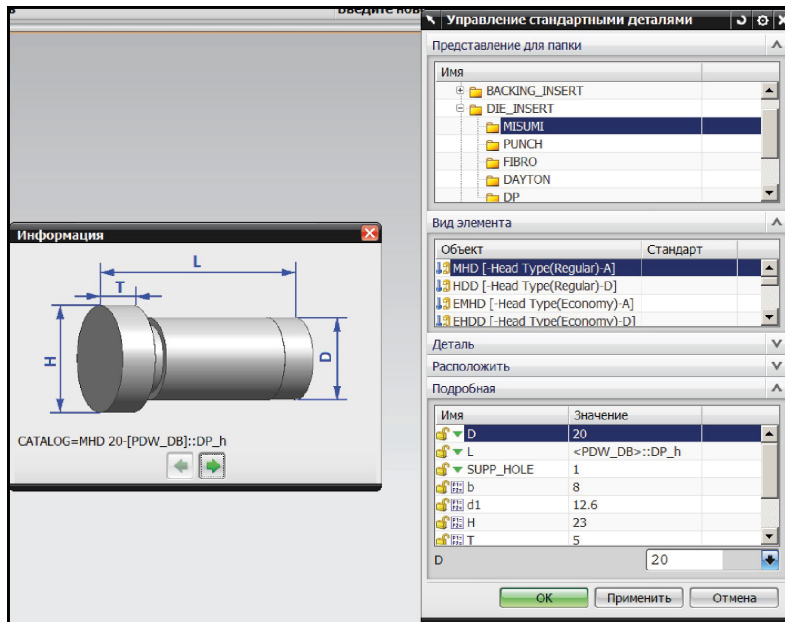

Рис. 8.8. Выбор стандартной матрицы
9. Нажмите кнопку **Стандартная вставка**. При нажатии открывается окно диалога **Управление стандартными элементами** (рис. 8.8). В данном окне указываются каталог стандартных деталей, классификация и тип детали. После этого устанавливаются размеры детали.